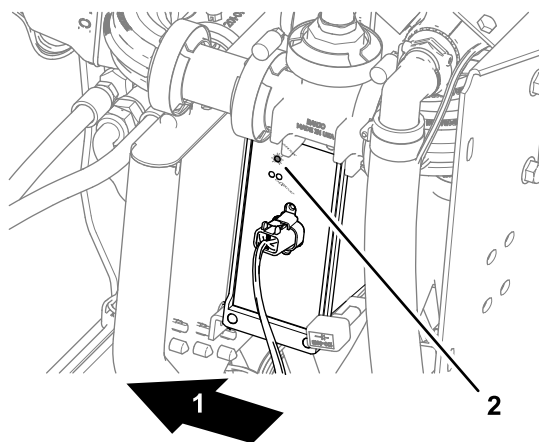

Рисунок 193
- Автоматический контроллер секции – загорается индикатор STATUS (СОСТОЯНИЕ) (Рисунок 193)